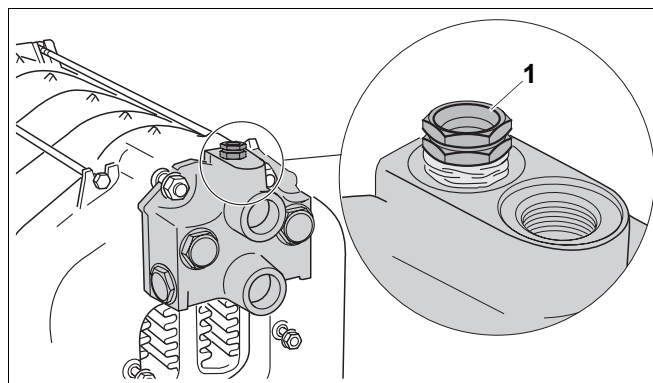

Рис. 23 Установка гильзы для датчиков
- Заглушить подающую и обратную линии (воздушник установить на фитинге Rp $\frac{3}{4}$) (→ рис. 23).